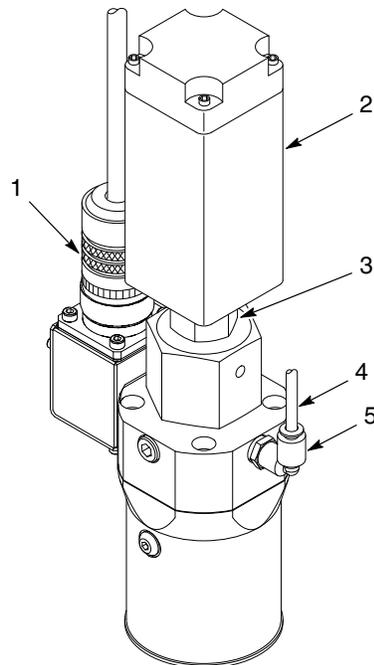

Figura 9 Sostituzione dell'applicatore
5. Vedi figura 9.
1. Vedi figura 9.